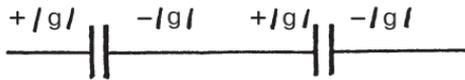

Рис. 3. Последовательное соединение двух конденсаторов
*Последовательное соединение.* В этом случае обкладка одного конденсатора, заряженная отрицательно, соединена с обкладкой другого конденсатора, заряженного положительно. На рис. 3 показан пример последовательного соединения конденсаторов.